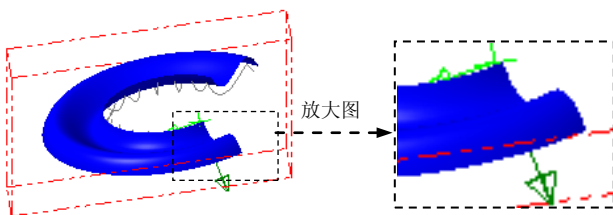
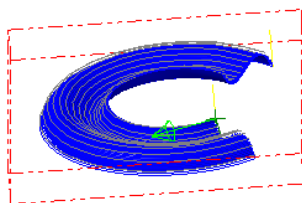

图 6.6.3 曲面流线线框
图 6.6.4 设置曲面流线形式
Step3. 设置曲面流线形式。单击“刀路/曲面选择”对话框 **流线** 区域的  按钮，系统弹出“流线数据”对话框，同时图形区出现流线形式线框，如图 6.6.3 所示。在“曲面流线设置”对话框中单击 **偏置** 按钮和 **切削方向** 按钮，改变曲面流线的方向，结果如图 6.6.4 所示，单击  按钮，系统重新弹出“刀路/曲面选择”对话框，单击  按钮，系统弹出“曲面精车-流线”对话框。